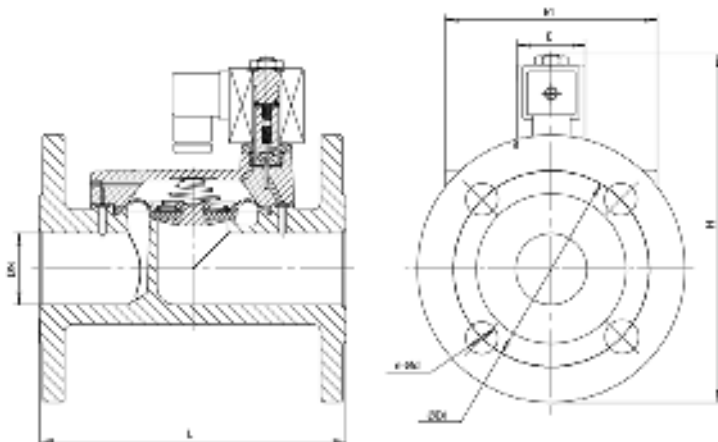

Рис. 1
1.2.12. Основные размеры и габаритные характеристики приведены в табл.1, рис.1